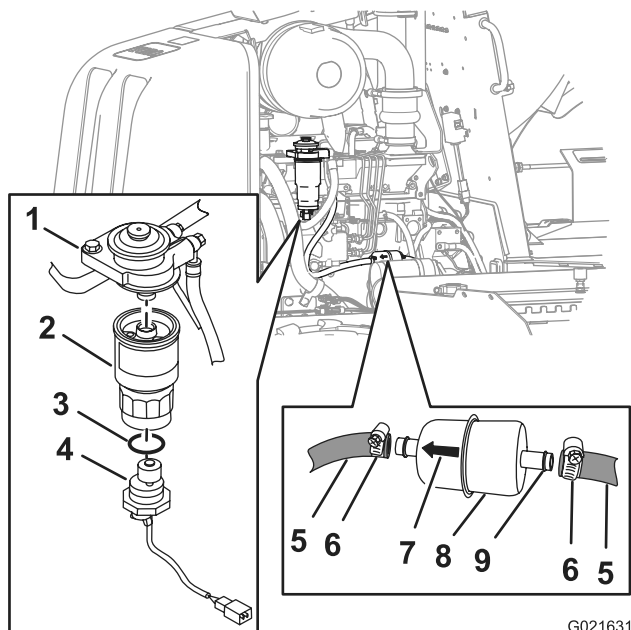

Рисунок 55
- C. Надежно удерживайте элемент топливного фильтра тонкой очистки, поверните датчик воды против часовой стрелки и снимите датчик воды (Рисунок 55).
- D. Надежно удерживайте элемент топливного фильтра тонкой очистки, поверните его против часовой стрелки и снимите с переходника фильтра (Рисунок 55).
- B. Совместите новый элемент топливного фильтра тонкой очистки с переходником фильтра (Рисунок 55).
- D. Наденьте новое уплотнительное кольцо поверх датчика воды (Рисунок 55).
- E. Выверните датчик воды в донной части топливного фильтра тонкой очистки (Рисунок 55).
- F. Надежно удерживайте элемент топливного фильтра тонкой очистки и поверните датчик воды по часовой стрелке, затянув его усилием руки (Рисунок 55).
3. Ослабьте хомуты шлангов и отсоедините топливный фильтр грубой очистки от топливных шлангов (Рисунок 55).
4. Совместите новый топливный фильтр грубой очистки со шлангами, ориентируясь по стрелке, нанесенной на фильтре и направленной вперед (Рисунок 55).
5. Наденьте шланги на шланговые фитинги топливного фильтра грубой очистки и затяните хомуты шлангов (Рисунок 55).